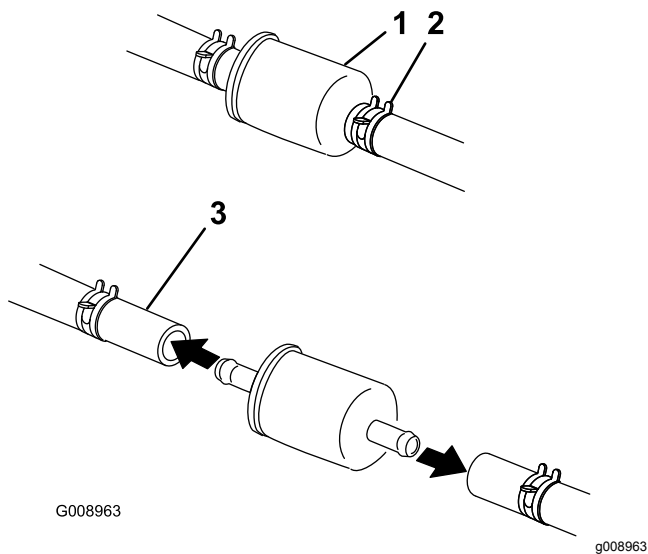

Figura 65
5. Substitua o filtro de combustível (Figura 65).